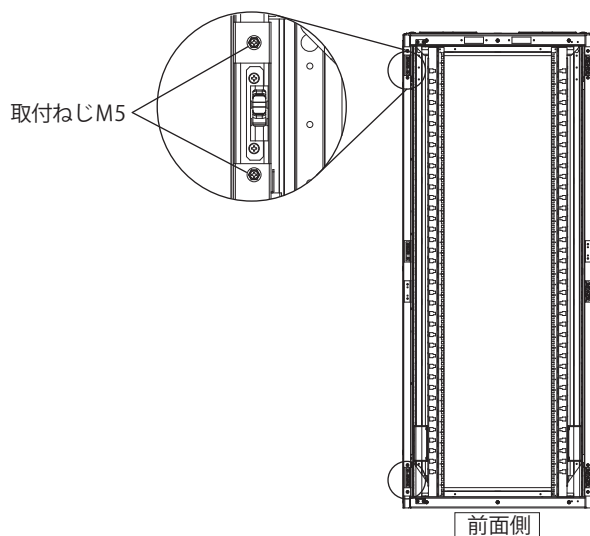

図1
2. ラック前面側の取付ねじM5(4か所)を取り外してください。(図1)